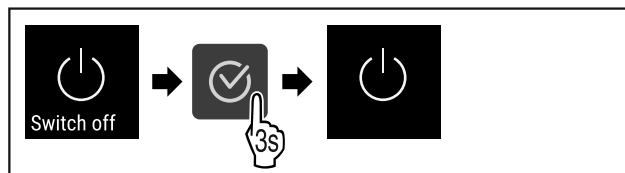

Fig. 65
▶ Handlungsschritte (siehe Fig. 65) durchführen.